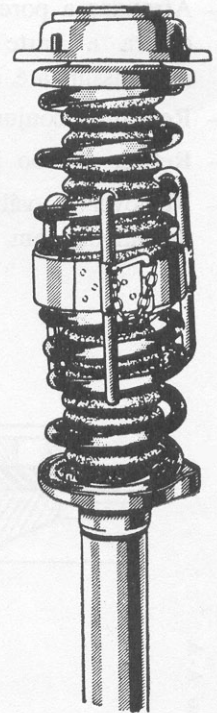

Fig. 4
- Manter a mola comprimida com ajuda da ferramenta 15.529-K. (Ver Fig. 4).